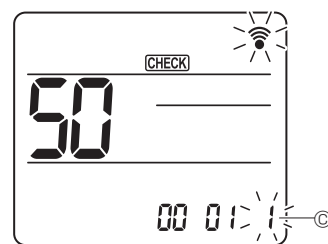

Fig. 6-19
④ Selecionar o número de definição
Utilize o botão [DOWN] para alterar o número de definição ③. (Fig. 6-19)